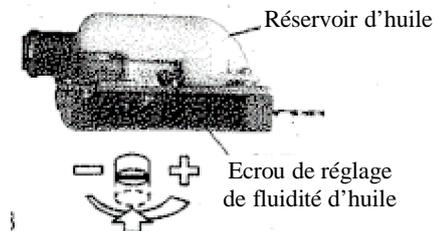

Figure 23
2. Placez l'appareil sur le côté, réservoir d'huile vers le haut. Voir Figure 23.